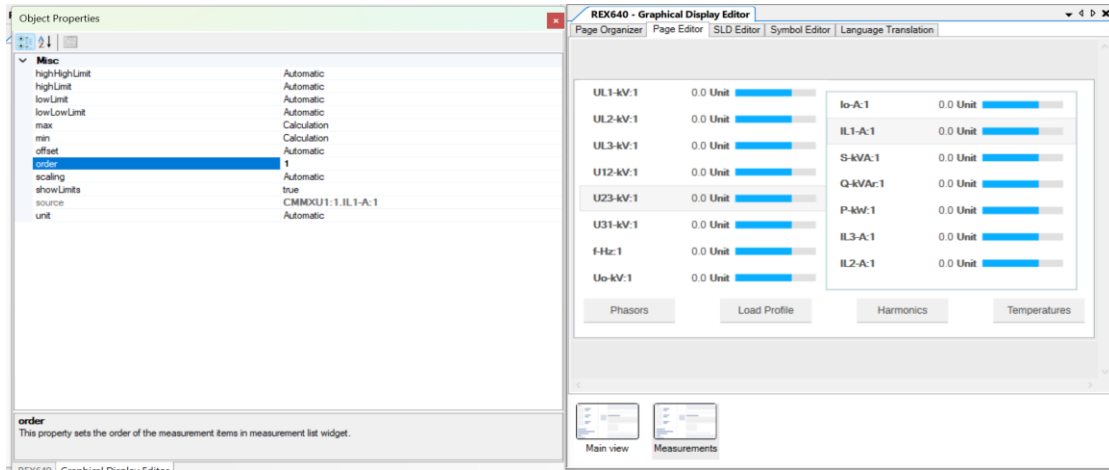

Imagen 171_Ventana 2 del display con fasores y armónicos.
3.34 Teniendo así las siguientes ventanas como en la **Imagen 171**.